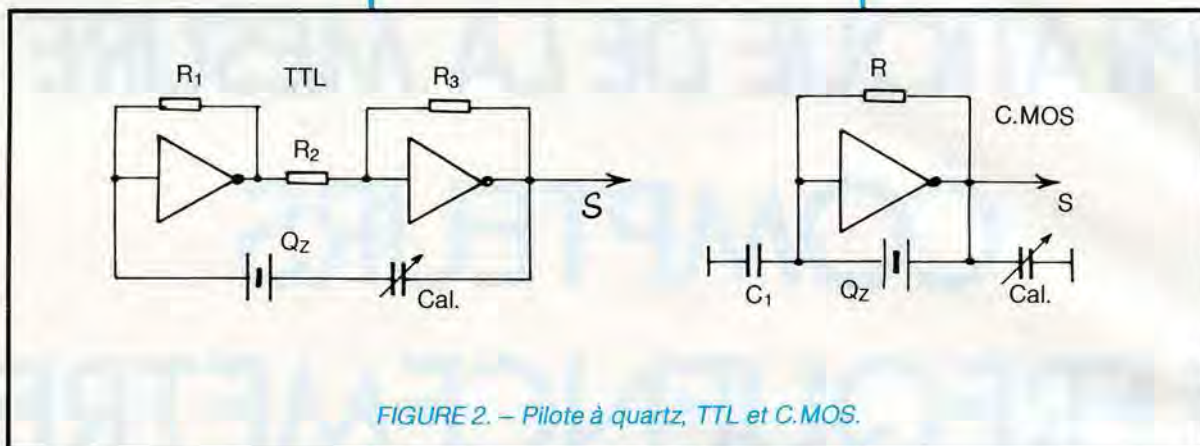

FIGURE 2. – Pilote à quartz, TTL et C.MOS.
– **Quartz simple.** On fait usage d'un quartz mis en oscillation par un étage actif, sans complication particulière. Cet oscillateur peut être à transistor, à circuit TTL ou à C.MOS (voir fig. 2). La solution TTL donne une stabilité assez médiocre, de l'ordre de quelque 10^{-5} . Avec un tel oscillateur, on peut compter sur 5 chiffres vraiment exacts, à condition encore que la température intérieure de l'appareil ne varie pas de plus de 5 à 10 °.